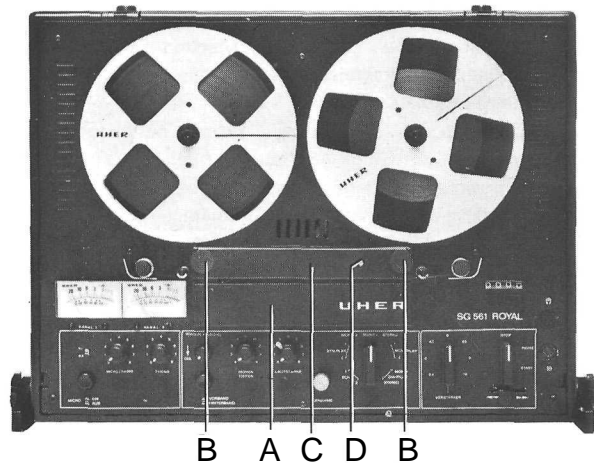

Abb. 12
9.4 Auswechseln des Tonkopfrägers Z 345 bzw. Z 346 (Abb. 12)
1. Vordere Abdeckkappe (A) nach oben abziehen.
2. Durch Linksdrehen die beiden Rändelmutter (B) abnehmen.
3. Tonkopfräger (C) lotrecht nach oben abziehen.
9.5 Wiedergabekopfeinsteller (Abb. 12)